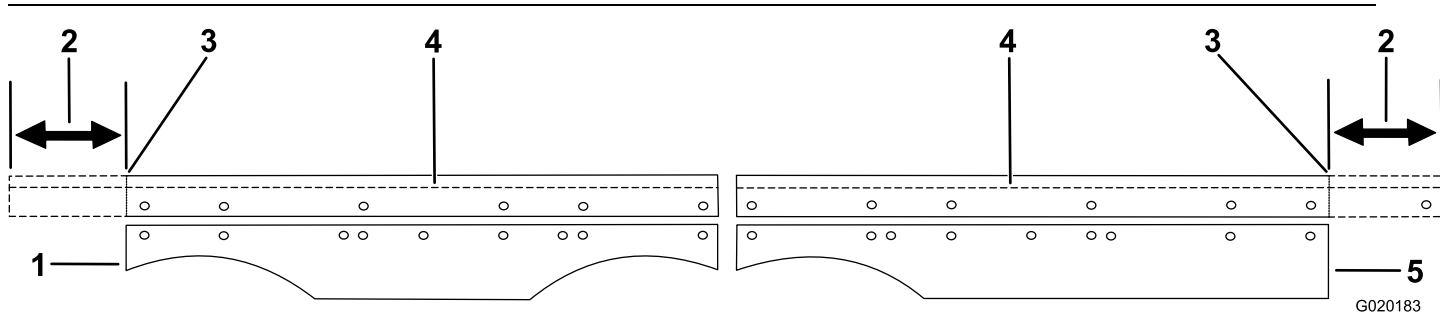

Figure 4
- Pour les tabliers de 60 pouces, coupez les jupes de patin au premier cran sur les deux côtés opposés. Comptez les crans de l'extérieur vers l'intérieur, comme montré à la Figure 4.